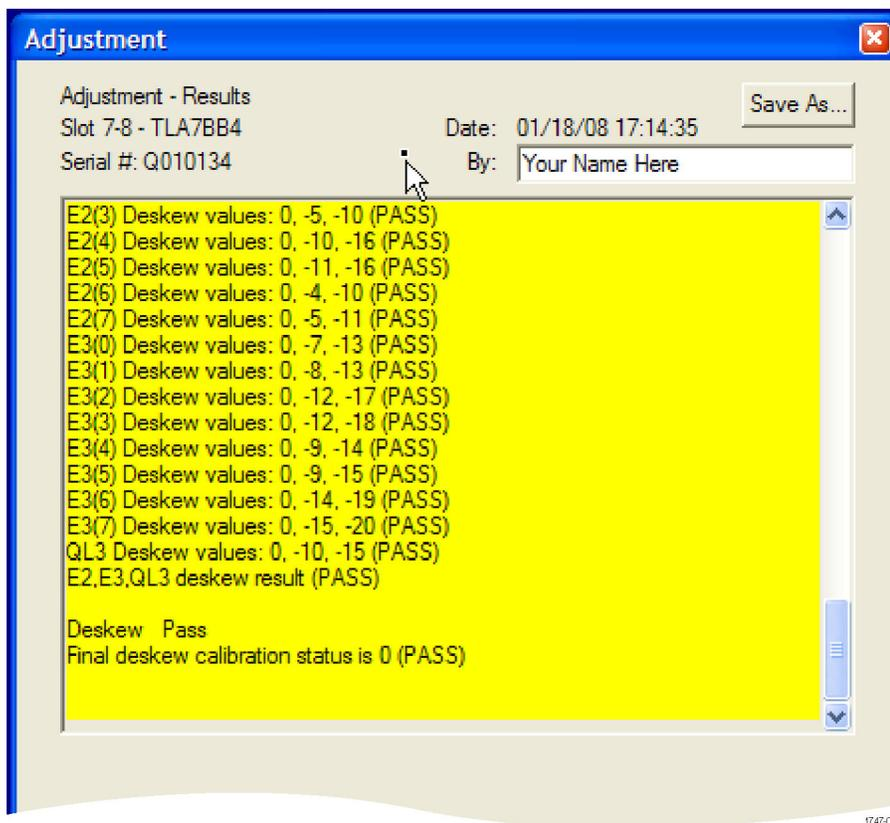

図 60: 調整結果の例
9. Next ボタンをクリックして、手順を開始し、画面の指示に従って操作します。調整手順が開始され、ダイアログ・ボックスに結果が表示されます。(図 60 参照)。